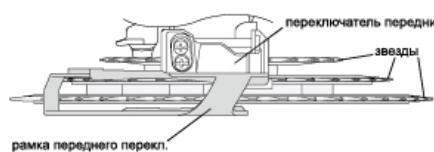
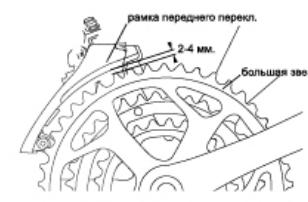

рис. 12
рис. 13
1. Установите передний переключатель на подседельной трубе таким образом, чтобы рамка переключателя была параллельна плоскости звезд и расстояние от внешней рамки переключателя до большой звезды составляло 2-4 мм (рис. 12), (рис. 13). Усилие затяжки фиксирующего болта – 5-8 н/м.;